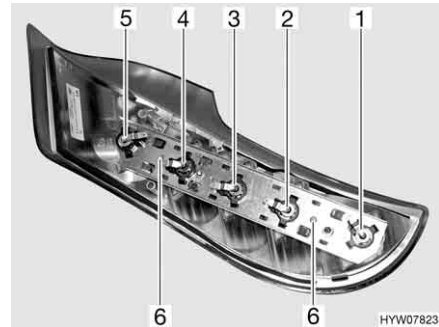

Fig. 226 Luci posteriori (lato posteriore)
- Svitare le due viti Torx (Fig. 226,6) del listello di supporto poste sul lato posteriore dell'involucro.